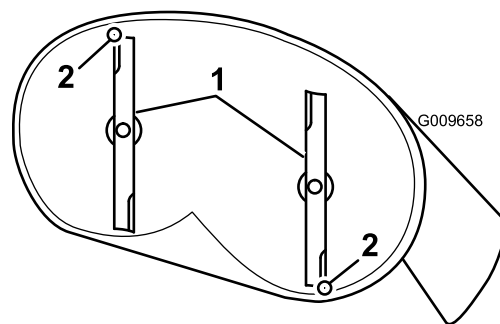
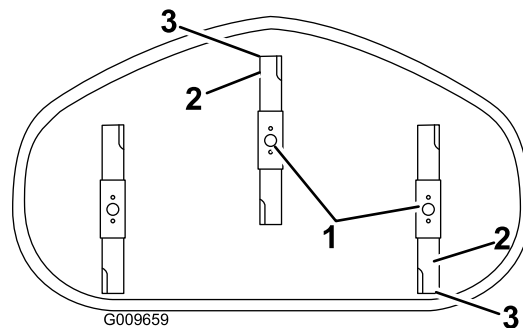

Figura 62
Figura 63
4. Girate con cautela le lame in modo che siano disposte longitudinalmente (Figura 62 e Figura 63).
5. Misurate il valore dalla punta della lama anteriore e dalla punta della lama posteriore alla superficie piana (Figura 62 e Figura 63). Se la punta della lama anteriore non è inferiore alla punta della lama posteriore di 1,6–7,9 mm, regolate il dado di bloccaggio anteriore.
8. Una volta effettuata la regolazione, ricontrollate l'inclinazione longitudinale. Continuate la regolazione del dado finché la punta della lama anteriore non è più bassa di 1,6-7,9 mm rispetto a quella posteriore (Figura 62 e Figura 63).